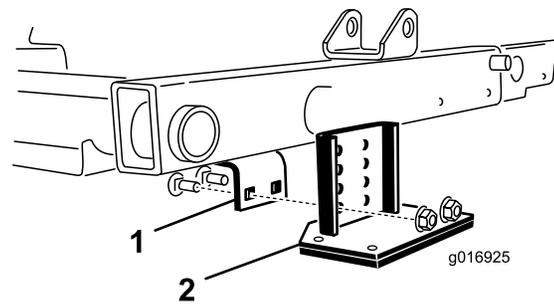

图30
2. 找到中心滚刀组上方的机架托架 图30。
3. 在按下中心滚刀组前滚筒的同时确定翻斗托架上的哪些孔与机架托架孔对齐以便在翻斗托架安装后能够实现同样的滚筒接触 图30。
4. 放下滚刀组用随套件 (图30) 提供的 2 个托架螺栓和 2 个螺母将翻斗托架安装到机架上。